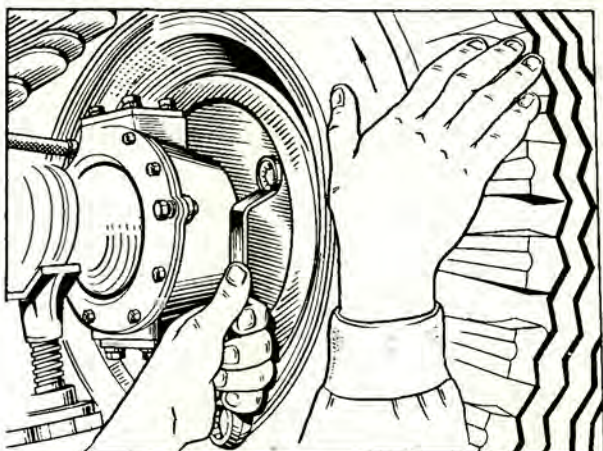

Abb. 43. Einstellen der Spiele zwischen Bremsbacke und Brems-
2. Das Rad drehen und den Stell-Exzenter solange durchdrehen, bis das Rad (Abb. 43) gebremst ist.